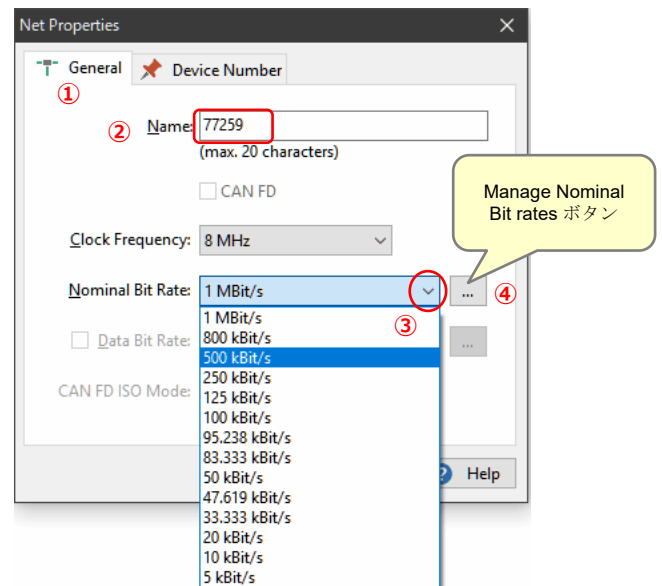

図 3.1-2
Net Properties ウィンドウ（General タブ）が開きます（図 3.1-2 ① 参照）。
Name: に任意の名前を入力します（図3.1-2 ② 参照）。
Nominal Bit Rate: の右のドロップダウン（v）をクリックし、ボーレートを selects します（図 3.1-2 ③ 参照）。
上記以外のビットレートを設定したい場合は、Manage Nominal Bit rates ボタン（図 3.1-2 ④ 参照）を押して表示される Manage Bit Rates ウィンドウで設定します。「3.2 詳細な設定」を参照してください。